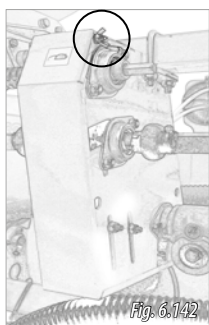

Fig. 6.142
- 1- Scoateți piulița fluture și șurubul superior al capacului cutiei de transmisie (Fig. 6.142).